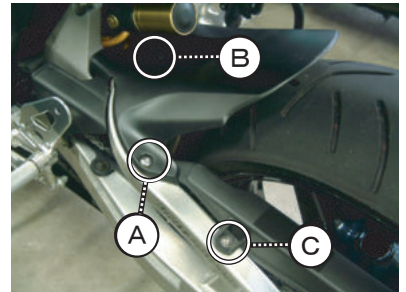

図1
1. A（左右各1本）・B・Cのボルトをそれぞれ取り外し、純正リヤフェンダーと純正チェーンガードを取り外します。（図1参照）